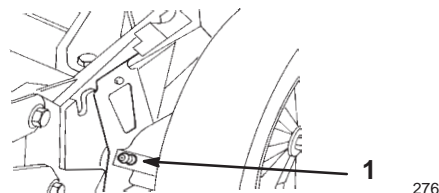

Figure 24
1. À l'aide d'un chiffon propre, essuyez les graisseurs des leviers de réglage de hauteur des roues arrière (Fig. 24).